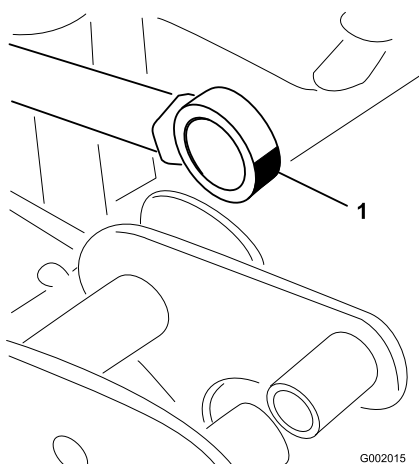

Figure 46
5. Manipulez le côté roulement de la tige d'actionneur et appliquez de la graisse dans le roulement (Figure 46). Essuyez tout excès de graisse.